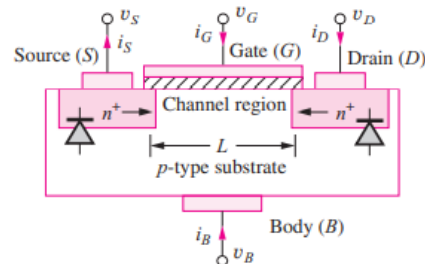

Figura 5: Esquema de MOSFET. Obtenido de [2]
Un MOSFET se construye utilizando semiconductores tipo n y tipo p además de una capa aislante. Como se ve en la figura 5, el MOSFET tiene 4 terminales llamadas Gate (G), Source (S), Drain (D) y Body (B). El body del MOSFET (Del N-MOSFET para ser exactos) está formado por un semiconductor tipo p, mientras que en el source y el drain se colocan semiconductores tipo n incrustados en el cuerpo. Por último, en el gate se tiene una placa de metal y se encuentra separada del body por una capa aislante.
Usualmente la terminal de body está conectada internamente con el source, por lo que no se suele considerar y se toma el MOSFET como un dispositivo de 3 terminales.[2]  $V_s, V_g, V_d$  representan los voltajes del source, gate y drain respectivamente y  $I_s, I_g, I_d$  sus corrientes como se ve en la figura 5.